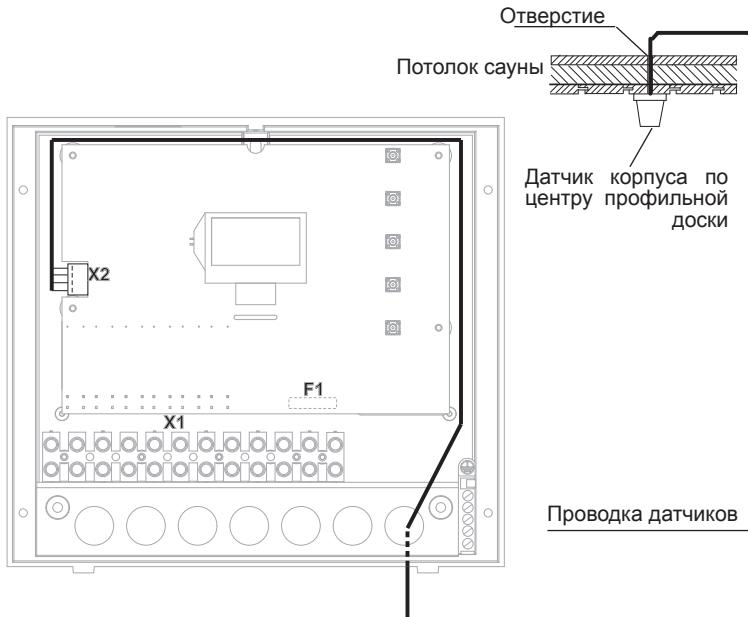
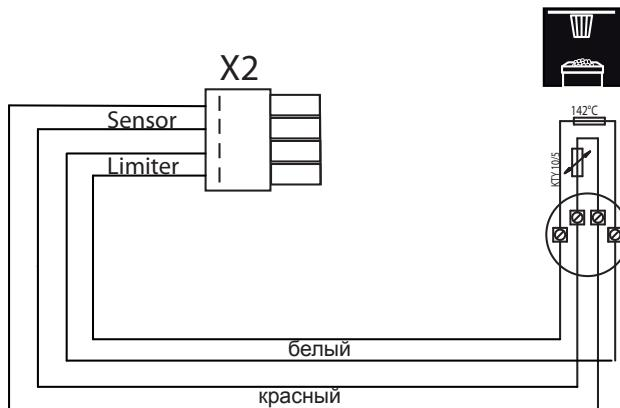

Рис. 11
Рис. 12
5. Подведите проводку датчика к блоку управления и проведите сквозь правый кабельный ввод в корпус. Проложите проводку датчика внутри блока управления, как это показано на рис. 11. Подсоедините проводку датчика согласно рис. 12. Для этого штекер извлекается X2 из платы и снова вставляется после подсоединения.